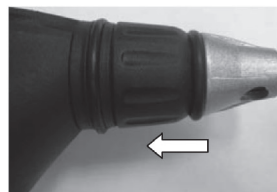

Рис. 4
3. Установите патрон на место, вставив его до щелчка (рис. 4)